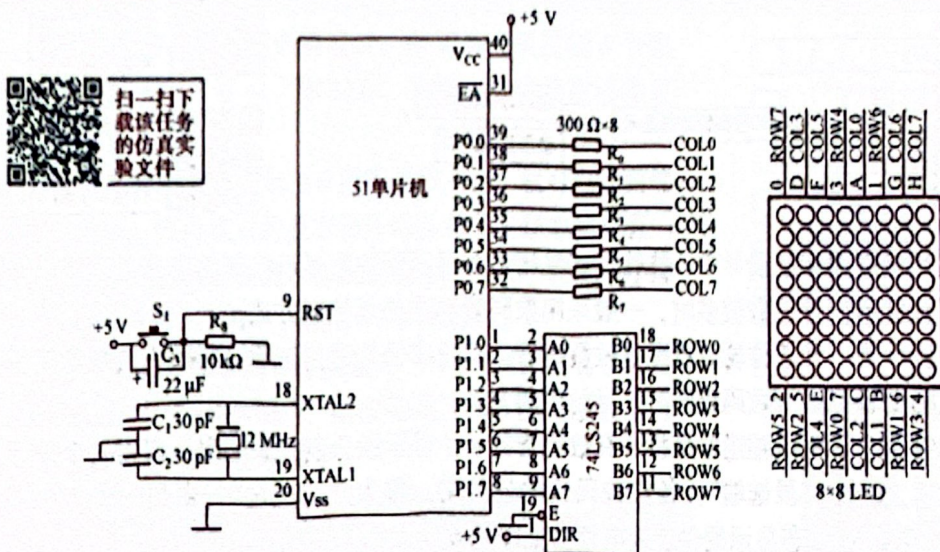

图 4.8 8×8 LED 点阵式电子广告牌控制电路
用单片机控制一块 8×8 LED 点阵式电子广告牌的硬件电路如图 4.8 所示。每一块 8×8 LED 点阵式电子广告牌有 8 行 8 列共 16 个引脚，采用单片机的 P1 口控制 8 条行线，P0 口控制 8 条列线。
**小经验** 为提高单片机端口带负载的能力, 通常在端口和外接负载之间增加一个缓冲驱动器。在图 4.8 中, P1 口通过 74LS245 与 LED 连接, 提高了 P1 口输出的电流值, 既保证了 LED 的亮度, 又保护了单片机端口引脚。